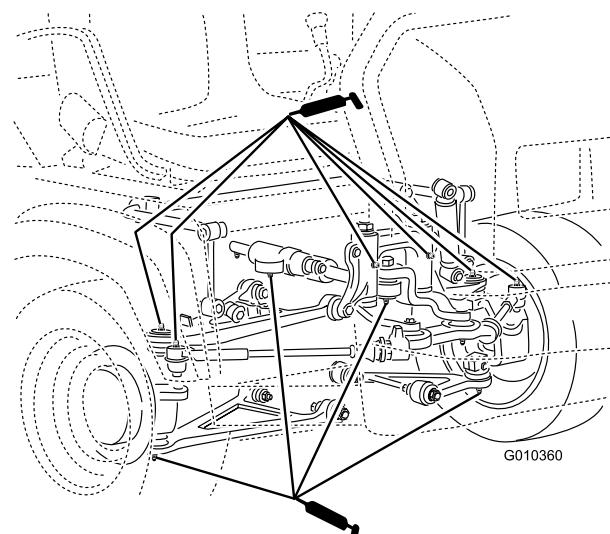

Bild 41
- Kugellager (4), Spurstangen (2), Schwenkhalterungen (2) und Lenzkylinder (2) (Bild 41)